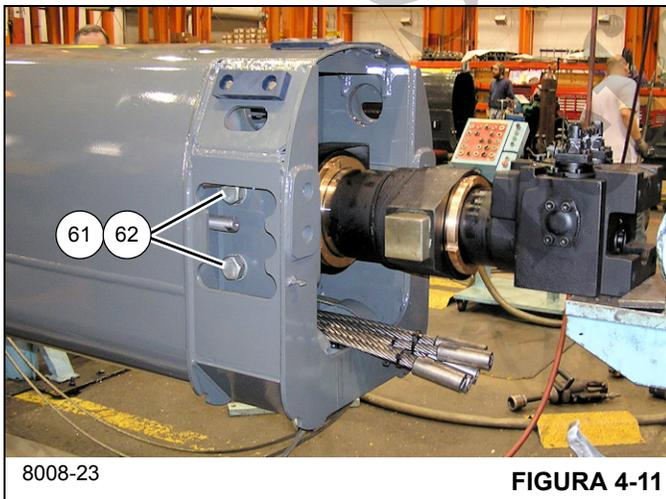

FIGURA 4-11
42. Retire los cinco pernos (62) y las arandelas planas (61) que fijan la placa de muñón (60) al interior de la sección telescópica 2 (3) (lados izquierdo y derecho) (vea la Figura 4-11).